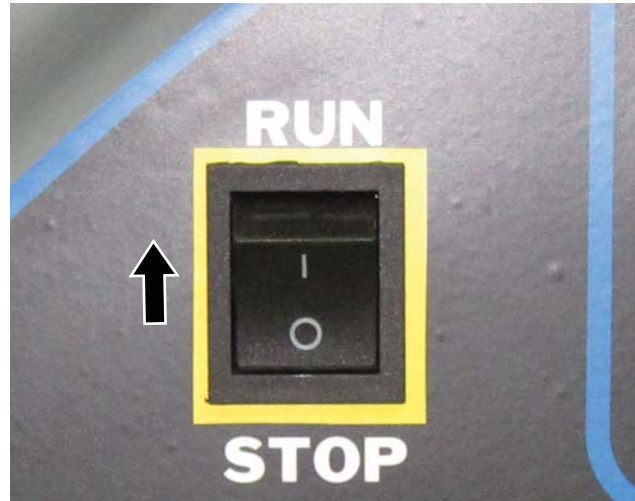

Figura 19 – Interruptor de control del motor
- Empuje el interruptor de control del motor hasta la posición **RUN (funcionamiento)** (vea la Figura 19).